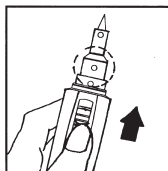

Fig. 5
6. Låt spetsen värma upp sig i 3–5 sekunder. Den keramiska insatsen inuti börjar bli röd av hettan. Då är lödpennan/hetluftspistolens munstycke, klar för användning. Se fig. 5.